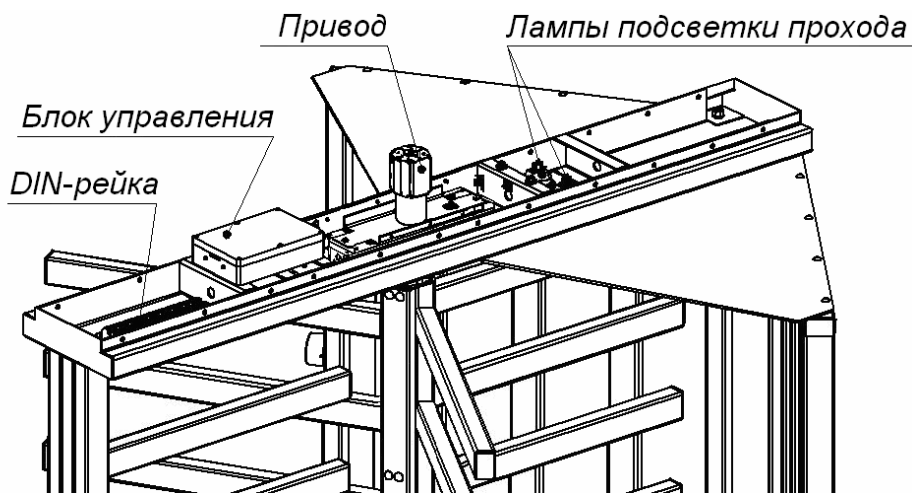

Рисунок 3. Вид балки привода (13) без кожуха (14) турникета PERCo-RTD-15.1
**Блок управления** выполнен в виде отдельного устройства в закрытом корпусе и осуществляет управление турникетом в соответствии с поступающими управляющими сигналами. Для удобства подключений все соединения блока управления выведены на DIN-рейку, расположенную внутри балки привода (см. рис. 3 и 4). Подводка всех кабелей к DIN-рейке осуществляется через нижнее отверстие в преграждающей стойке (3) со стороны фланца (4), далее вверх по стойке в балку привода (см. рис. 2, 3 и 4).